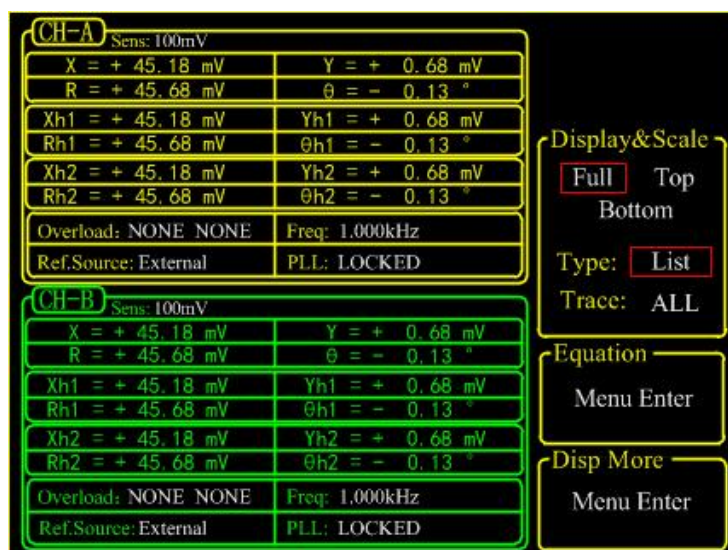

图 25. <Full>-<List>显示
3)<List> : 把输入信号的基波、两个谐波值同时显示。如图 25 所示。